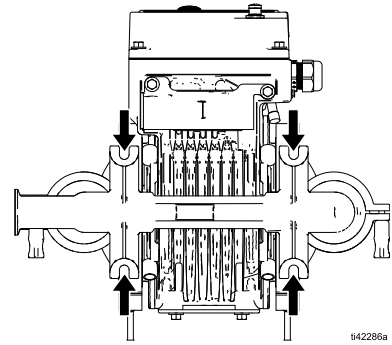

图 5：安装孔
3. 对于所有安装，确保将紧固件穿过底座安装孔，将泵紧固。参见图 5。参见**尺寸**，从第 41 页开始。
| <p>为避免泵的损坏，请用紧固件将泵安装在底脚的每个孔中。参见图 5。</p> |